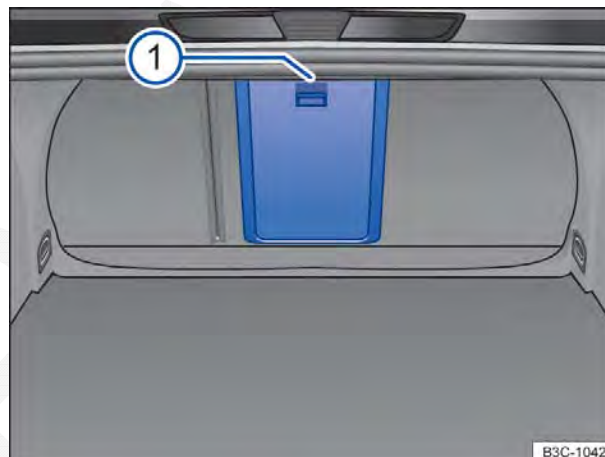

Fig. 96 No compartimento de bagagem: alavanca de destravamento com marcação 1.
- Rebater a tampa do dispositivo para transporte de objetos longos para trás, até que ela se encaixe. A marcação vermelha no lado do compartimento de bagagem ⇒ **Fig. 96** 1 não pode estar visível.